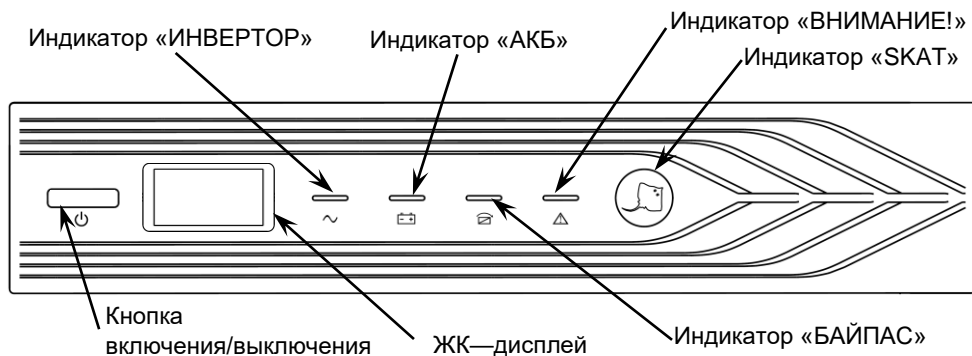

Рисунок 1 – Общий вид передней панели изделия.
**Изделие выполнено** в металлическом корпусе с перфорированной пластиковой передней панелью, на которой расположены: кнопка включения/выключения, ЖК—дисплей и светодиодные индикаторы (см. рисунок 1 и приложение 3).